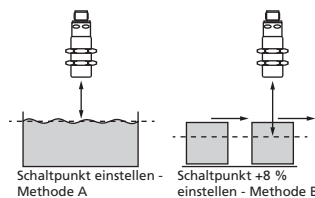

Bild 3: Einstellung des Schaltpunktes bei unterschiedlicher Bewegungsrichtung des Objekts
- In der Teach-in Prozedur »Schaltpunkt einstellen - Methode A« lernt der Sensor die tatsächliche Entfernung zum Objekt als Schaltpunkt. Bei einer Bewegung des Objekts auf den Sensor zu, z.B. bei einer Füllstandsmessung, ist so die eingelernte Entfernung das Niveau, bei dem der Sensor schalten soll, vgl. Bild 3.
- Für die Abtastung von Objekten, die seitlich in das Schallfeld eintreten, sollte die Teach-in-Prozedur »Schaltpunkt +8 % einstellen - Methode B« gewählt werden. Es wird ein um 8 % größerer Schaltpunkt als die tatsächliche Entfernung zum Objekt eingestellt. Dies stellt auch bei geringfügigen Höhenschwankungen der Objekte ein stabiles Schaltverhalten sicher, vgl. Bild 3.